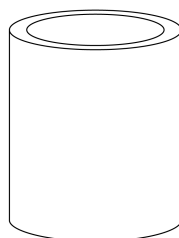

Figura 4: Accesoriu de pliere Qualcrimp
- **Accesorii de pliere Qualcrimp (figura 4)**